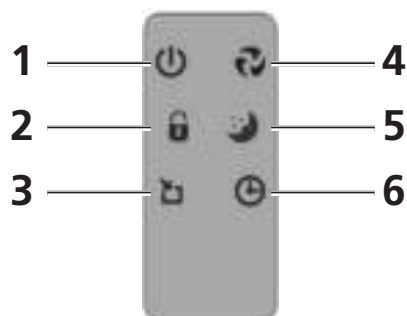

Afbeelding 3
1. Geeft de ingestelde ventilator capaciteit weer. Door het indrukken van toets 2 (afbeelding 3) of toets 4 van de afstandsbediening (afbeelding 4) kan de ventilator capaciteit aangepast worden. Door deze toets meermalen in te drukken zal de capaciteit van de ventilator van LOW naar MEDIUM naar HIGH en vervolgens terug naar LOW gaan.